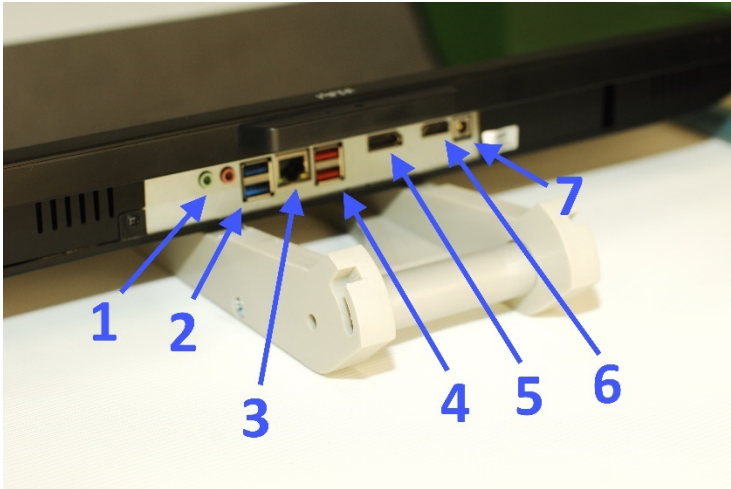

Рис. 9 Нижняя панель компьютера
6.9. Далее следует соединить разъем USB на задней стенке основного блока прибора поз. 2 рис 8. и разъем USB3 (синий цвет разъема) поз.2 рис. 9. на нижней панели компьютера.
6.10. Далее следует подключить блок питания компьютера к разъему на нижней панели поз. 7 рис. 9.